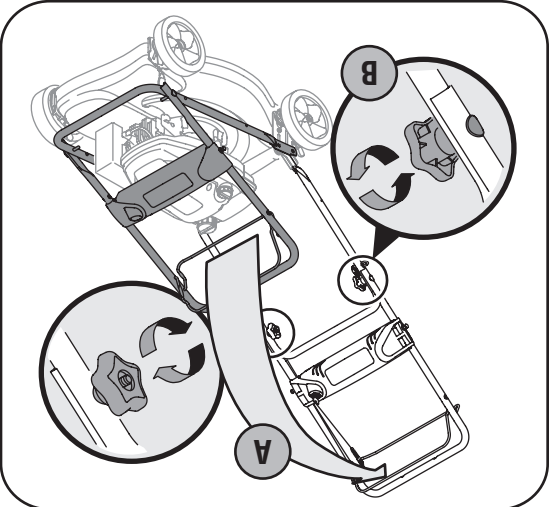

Figure 3-1
- a. Redressez le guidon supérieur vers vous pour le faire passer à la position de travail. Voir la Figure 3-1.